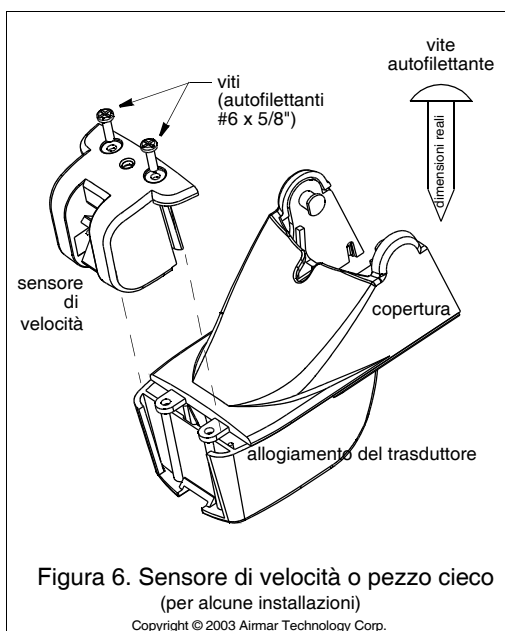

Figura 6. Sensore di velocità o pezzo cieco (per alcune installazioni)
1. Rimuovete le due viti che fissano il sensore di velocità all'alloggiamento del trasduttore (Figura 6).
5. Inserite le guide laterali del sensore di velocità o del pezzo cieco nelle scanalature sul retro dell'alloggiamento del trasduttore (Figura 6). Fate scorrere verso il basso. Fissate il sensore di velocità o il pezzo cieco con due viti autofilettanti #6 x 5/8".